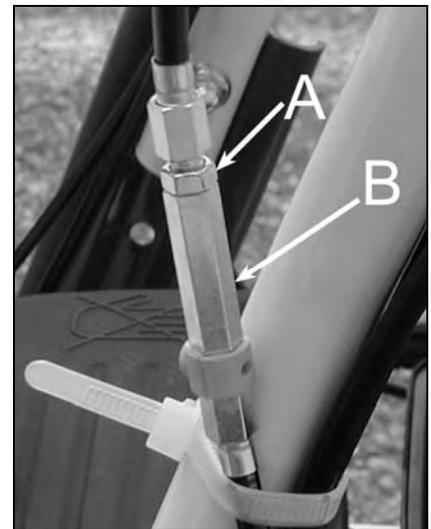

Abb. 24
Seitlicher Kupplungszug (Abb. 24)
1. Lösen Sie die Sicherungsmutter (A, Abb. 24) auf der mittleren Einstellstrebe des Kupplungszugs.
2. Stellen Sie die Justiermutter (B, Abb. 24) ein um die Spannung des Kupplungszugs zu bestimmen.